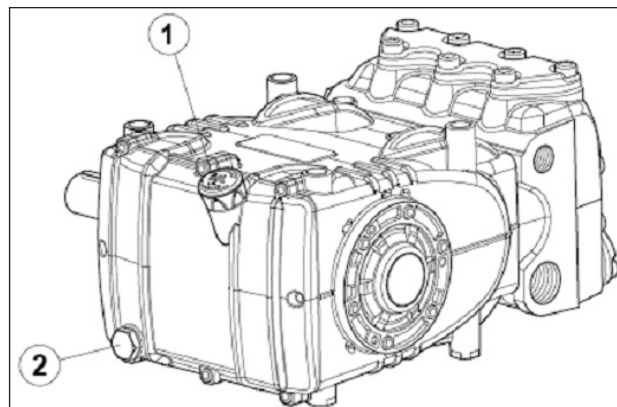

Рис. 3
Проверьте уровень масла и, при необходимости, долейте с помощью маслоизмерительного щупа поз. ①, Рис. 3.
Правильная проверка уровня масла выполняется на насосе при комнатной температуре, а замена масла должна производиться на насосе при рабочей температуре путем извлечения маслоизмерительного щупа поз. ①, а затем пробки, поз. ②, Рис. 3.
Подготовьте систему таким образом, чтобы ни при каких условиях во время работы насоса температура масла не превышала **100°C (212°F)**. Пользуйтесь температурным датчиком, вставляемым в маслосливную пробку, поз. ② Рис. 3. См. руководство "ВЗРЫВОЗАЩИТА АТЕХ".